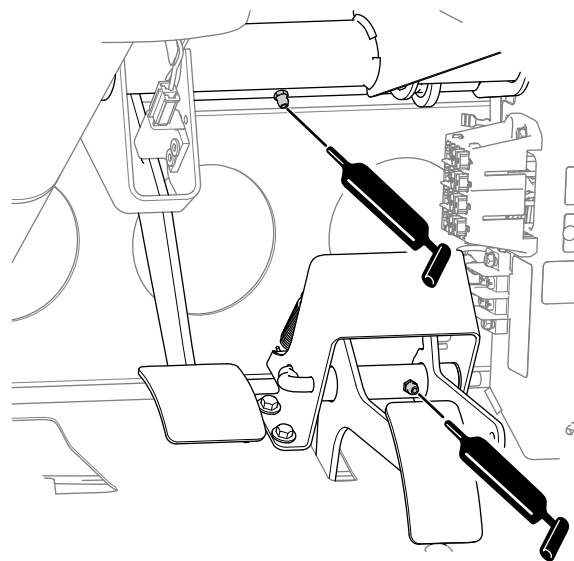

Figura 48
- **Freno (1);** fate riferimento alla Figura 48
- **Acceleratore (1);** fate riferimento alla Figura 48